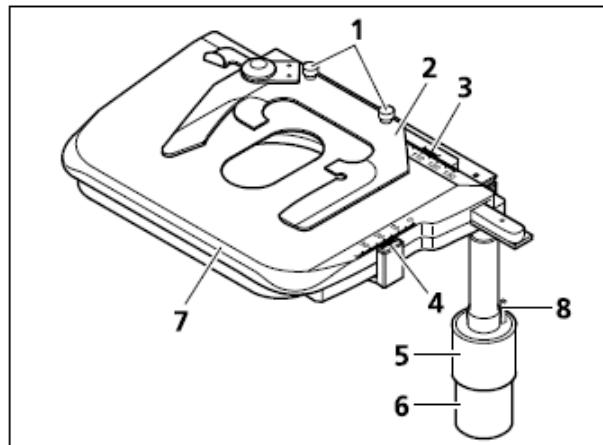

图. 2-14 75x50 右手机械载物台带样品夹
- 机械载物台(图 2-14/7)可以放置,定位和使用样品夹固定样品
- 样品夹(图 2-14/2)为单手操作,或者更换为多孔板类样品座(松开螺丝(图 2-14/1)后更换)
- 载物台 X(图 2-14/6)和 Y(图 2-14/7)方向调节旋钮
载物台 X 和 Y 方向调节旋钮,在高度和摩擦扭矩方面可以因人而设.工具(图 2-14/8)位于旋钮上方
- X 方向(图 2-14/3)和 Y 方向(图 2-14/4)的游标尺显示其所调节的范围.